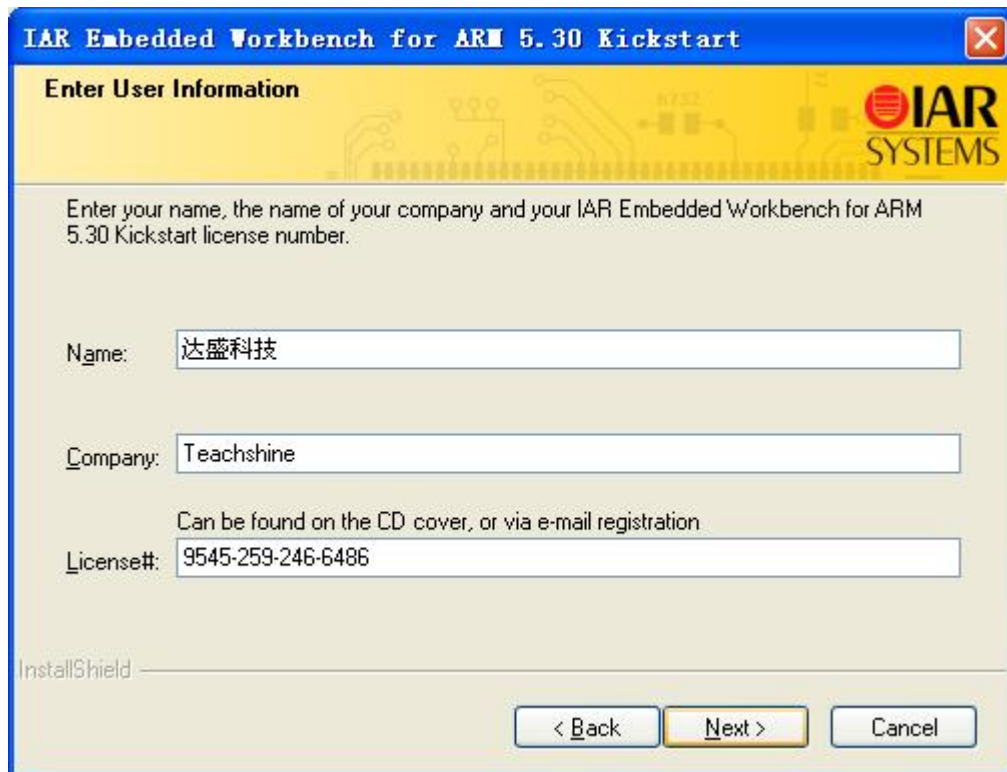
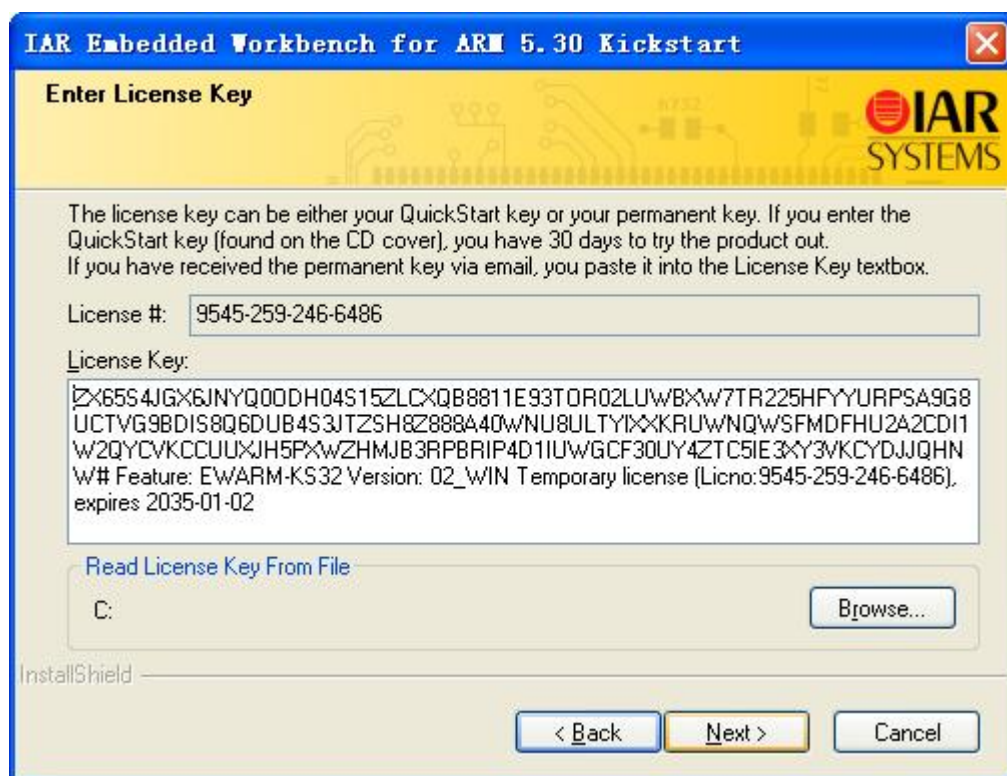

图 1.3 License 输入
图 1.4 密钥输入
4. 输入许可证号 (License) 和密钥 (License key) 用户从下载的软件包中的文本文件中提取许可证号 (License) 和密钥 (License key), 分别输入下面两个窗口如图 1.3 和图 1.4 所示。许可接受后建议按默认设置安装。